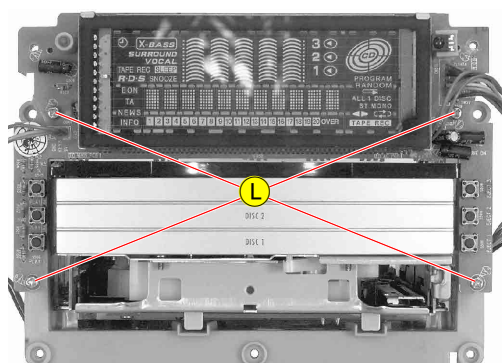

Fig. 9
- 4 Schrauben (L) (Fig. 9) herausdrehen.
- Undo 4 screws (L) (Fig. 9).